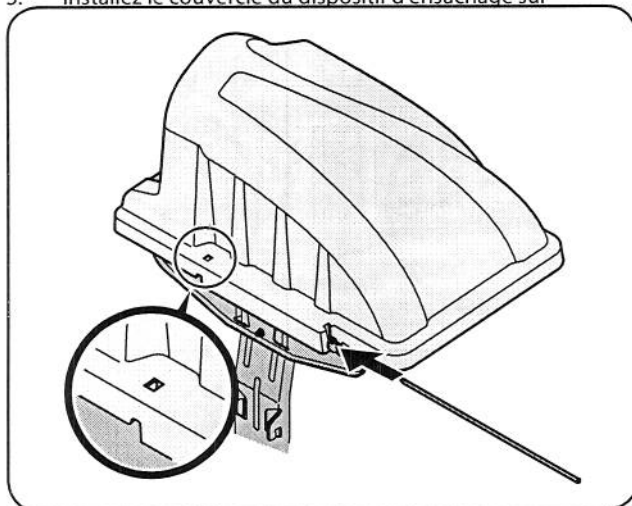
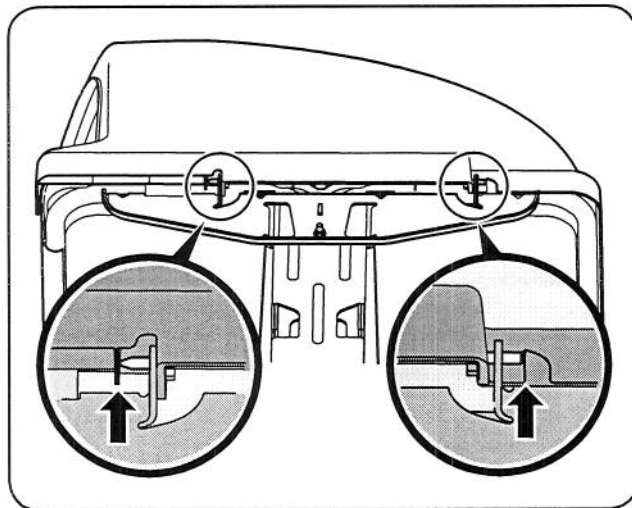

Figure 4-16
Figure 4-17
6. Glissez la goupille de charnière dans le trou situé sur la languette de montage, comme illustrée à la figure 4-16. Servez-vous de la fenêtre de découpe (consultez le médaillon de la figure 4-16) pour aligner la goupille de charnière de l'autre côté et pousser la goupille jusqu'au fond jusqu'à ce qu'elle atteigne la butée d'extrémité. En ce moment la goupille s'enclenche bien en place et est sécurisée à l'aide de la languette qui se trouve dans le couvercle du dispositif d'ensachage. Consultez la figure 4-17.